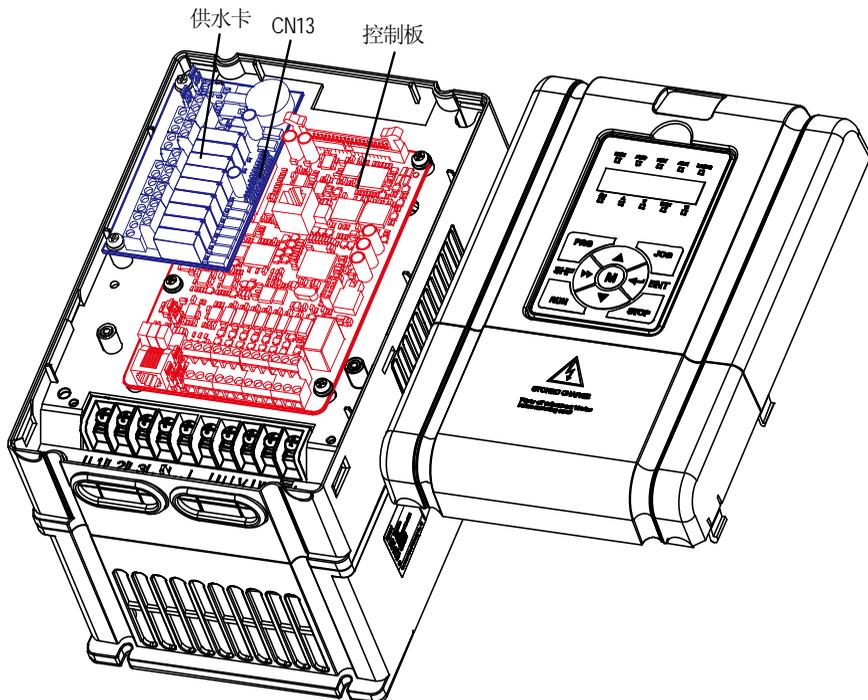

图 1-1 多泵供水接口卡安装位置示意图
- (1) 请专门人员在变频器完全掉电后再进行安装。
- (2) 按图 1-1 所示方式方向将此卡与控制板 CN13 良好接触。
- (3) 紧固多泵供水接口卡。